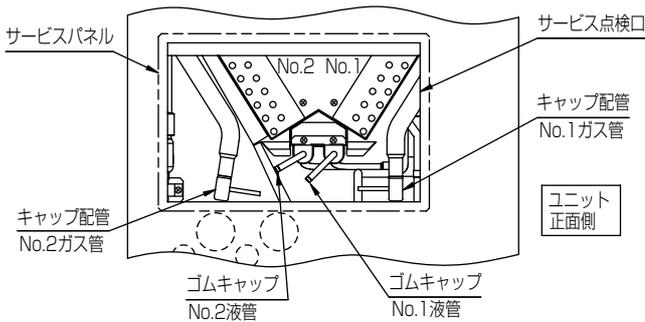

図5
(4) 図5に示すNo.1,2液管接続部のゴムキャップを取外して、配管内に封入されている窒素ガスを抜いてください。
(5) 図5に示すガス管接続部のキャップ配管を取外してください。